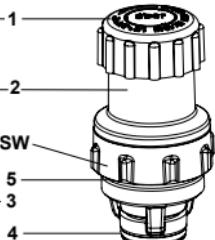

Abb. 3b
Beachten Sie, dass die beiden O-Ringe (4 + 5) am Ersatzoberteil (**s. Abb. 3b und 4b**) montiert sind und dass das Oberteilgewinde sowie die O-Ring-Dichtbereiche im Ventilgehäuse (3) metallblank und sauber sind.